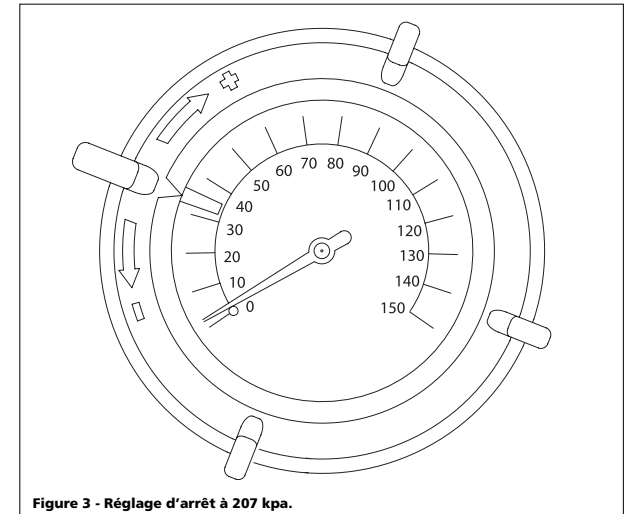

Figure 3 - Réglage d'arrêt à 207 kpa.
- Réglez la jauge d'arrêt en tournant la bague sur la jauge jusqu'à ce que le bord inférieur de l'indicateur soit juste au-dessus de la pression voulue (voir Figure 3).